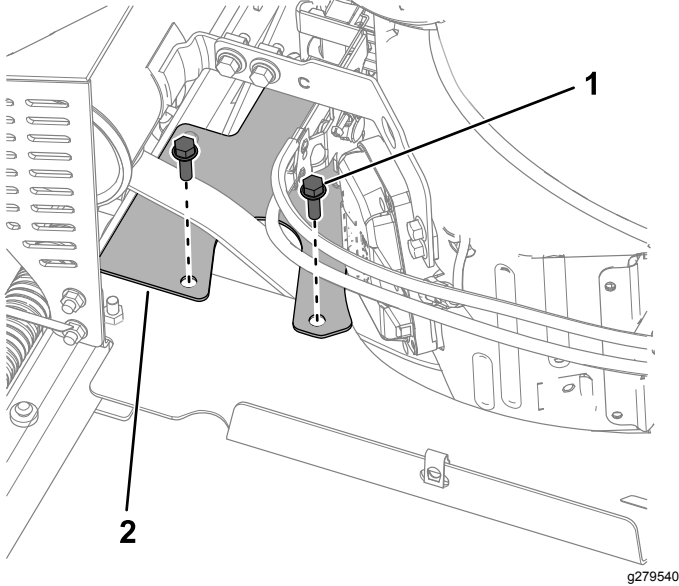

Figure 35
2. Retirez les 2 boulons (5/16" x 1") et le protège-courroie (Figure 35).